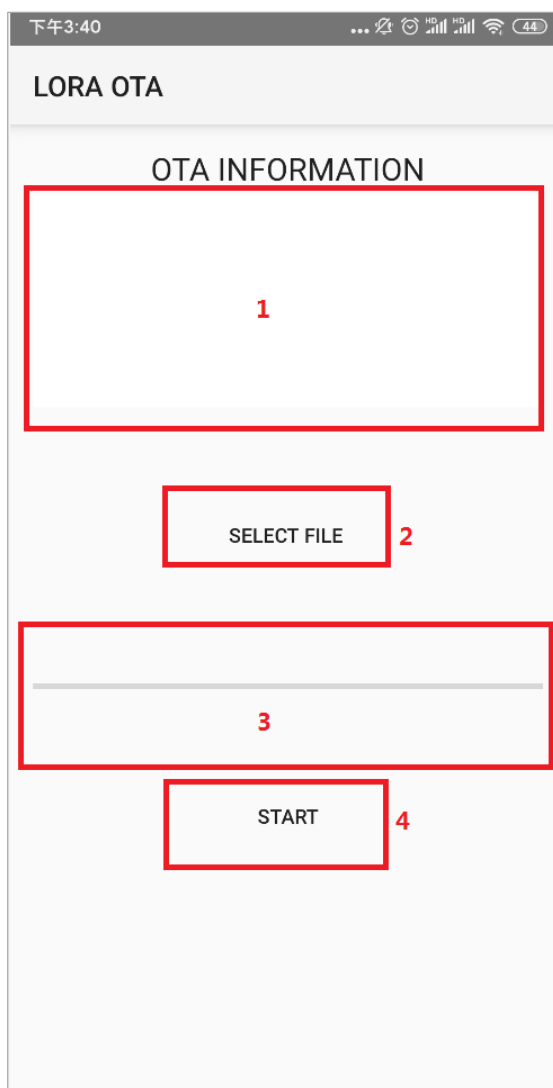

图 2-2 主界面图
使用 USB 转接头连接手机和 OTA dongle 后，打开 APP，界面显示如图 2-2：
关于图 2-2 中的标注，说明如下：
(1) 点击图 2-2 中的“SELECT FILE”按钮，出现如下界面：